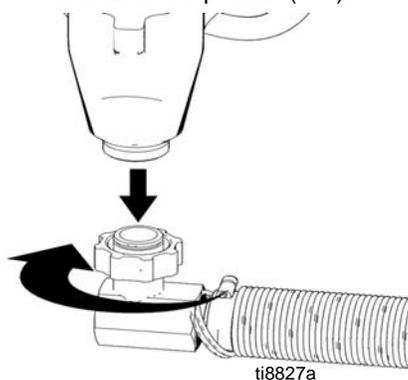

FIG. 13
(Figures 13 à 27)
3. (Fig. 13) Enlever le flexible d'aspiration (114).